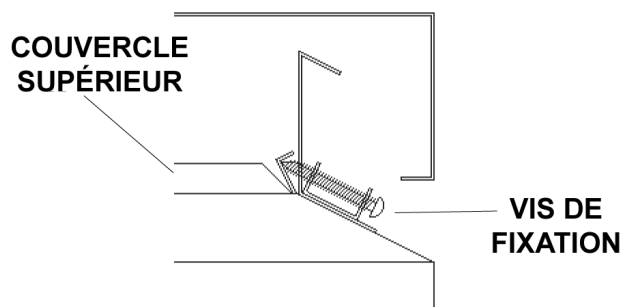

Figure 9. Installation du couvercle pour l'extérieur, modèles 0514-0824
2. Serrez les quatre vis jusqu'à ce qu'elles entrent en contact avec la chemise de l'appareil, puis serrez-les uniformément. Voir Figure 9.